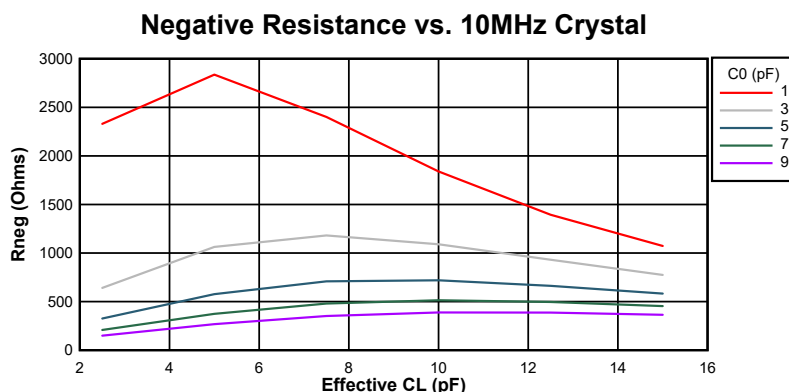
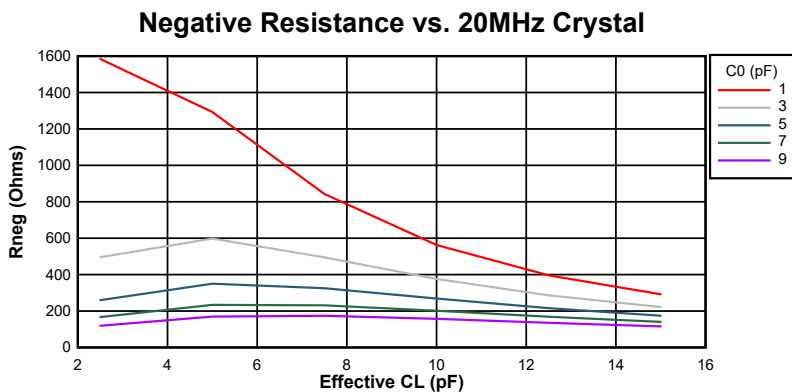

図 6-21. 10MHz 時の負性抵抗変動
図 6-22. 20MHz 時の負性抵抗変動
図 6-21 および 図 6-22 に、このデバイスの負性抵抗と水晶振動子間の関係の変動を示します。グラフからわかるように、水晶振動子の並列容量 (C0) と実効負荷容量 (CL) は電気発振回路の負性抵抗に大きな影響を及ぼします。これらは代表的なグラフであるため、設計上考慮すべき最小値および最大値については、表 6-5 を参照してください。